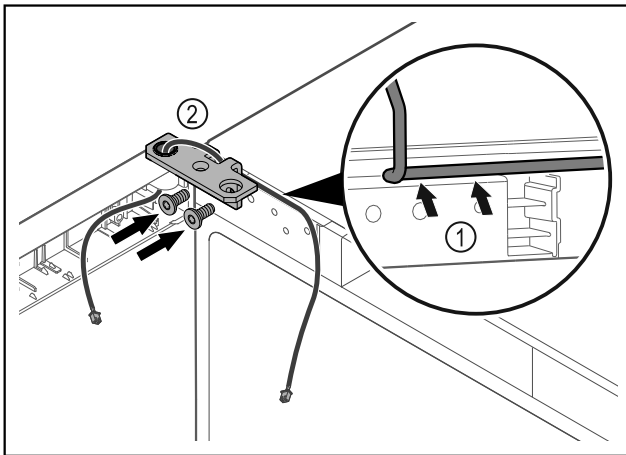

Fig. 34
- ▶ Vezesse át a kábelt a csuklópánton lévő nyíláson, majd óvatosan fektesse le Fig. 34 (1).
- ▶ Csavarozza fel a csuklópántot Fig. 34 (2).